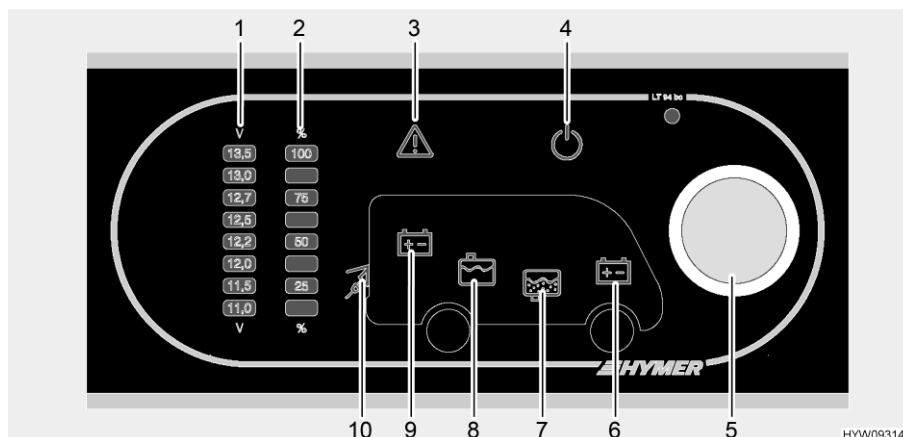

Fig. 96 Panneau de contrôle (LT 94)
Le bouton rotatif (Fig. 96,5) allume ou éteint le panneau de contrôle et l'alimentation 12 V de la cellule.
Allumer : ■ Appuyer sur le bouton rotatif (Fig. 96,5) : L'alimentation 12 V de la cellule est assurée. Le voyant de contrôle 12 V (Fig. 96,4) est allumé.
Éteindre : ■ Appuyer sur le bouton rotatif (Fig. 96,5) : L'alimentation 12 V de la cellule est coupée. Le voyant de contrôle 12 V (Fig. 96,4) s'éteint.
Le bouton rotatif (Fig. 96,5) permet de s'informer sur la tension de la batterie de cellule ainsi que sur celle de la batterie de démarrage. La tension est indiquée sur le cadran de la tension de batterie (Fig. 96,1).
- Tourner le bouton rotatif (Fig. 96,5) jusqu'à ce que le symbole de la batterie dont on désire connaître la tension s'allume.
La tension de la batterie de cellule est indiquée (Fig. 96,9)
La tension de la batterie de démarrage est indiquée (Fig. 96,6)
- Relever la tension sur le cadran de la tension de batterie (Fig. 96,1).
Le bouton rotatif (Fig. 96,5) permet de s'informer sur le niveau du réservoir d'eau ainsi que sur celui du réservoir d'eaux usées. Le niveau est indiqué sur le cadran de niveau du réservoir (Fig. 96,2).
- Tourner le bouton rotatif (Fig. 96,5) jusqu'à ce que le symbole du réservoir dont on désire connaître le niveau s'allume.
Affichage du niveau de remplissage du réservoir d'eau (Fig. 96,8)
Affichage du niveau de remplissage du réservoir d'eaux usées (Fig. 96,7)
- Relever le niveau sur le cadran de niveau du réservoir (Fig. 96,2).
Le voyant d'alerte Alarme (Fig. 96,3) clignote dès que des seuils définis sont dépassés vers le haut ou le bas.
Le voyant d'alerte Alarme (Fig. 96,3) clignote dès que la tension de la batterie n'atteint plus 11 V. Quand l'alimentation 12 V est active, le symbole de batterie correspondant (Fig. 96,6 ou 9) est de plus allumé et l'affichage "11,0" clignote sur le cadran de la tension de batterie (Fig. 96,1). Menace de décharge profonde.
Alarme réservoir Le voyant d'alerte alarme (Fig. 96,3) clignote et le symbole de réservoir correspondant (Fig. 96,7 ou 8) s'allume dès que le réservoir d'eau est vide ou celui des eaux usées plein.
Le voyant de contrôle 230 V (Fig. 96,10) s'allume si l'arrivée du bloc électrique est sous tension de réseau.